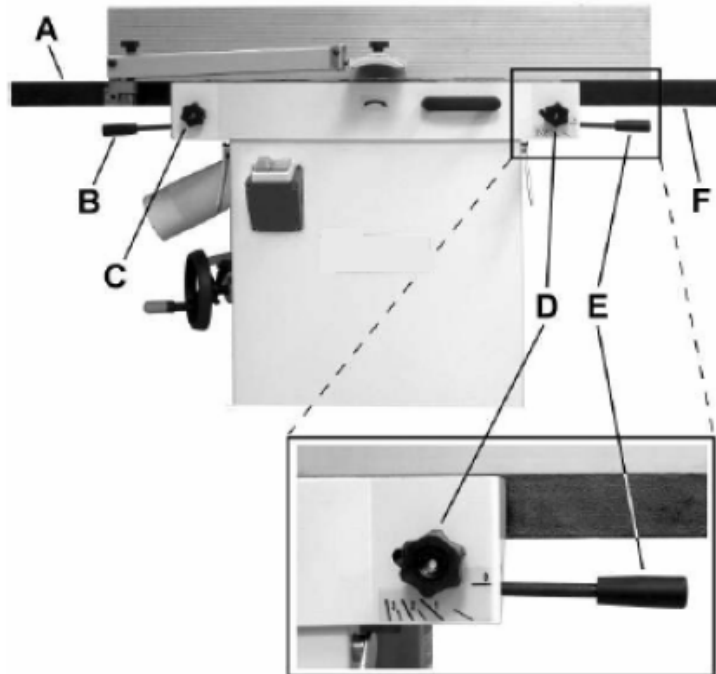

Figura 6
Facendo riferimento alla Figura 6:
2. Allentare la manopola di bloccaggio (A) e far scorrere la protezione della testa di taglio (B, C) per liberare il tavolo.
5. Posizionare un bordo dritto (D) sulla parte anteriore del tavolo di uscita (F) e estenderlo sul tavolo di alimentazione (G). Notare la posizione del tavolo di alimentazione (G). Notare la posizione del bordo dritto nella Figura 6 rispetto alla recinzione (H).